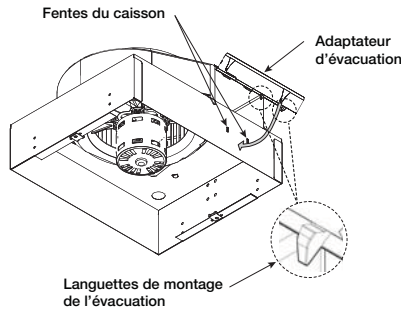

Figure 3 — Tourner et enclencher l'évacuation
2. Tourner l'adaptateur d'évacuation jusqu'à ce que les deux languettes de montage s'engagent complètement dans les fentes du caisson, illustré à la Figure 3.